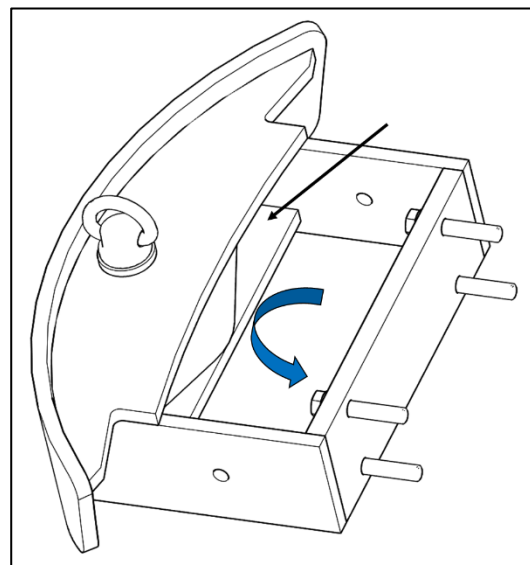

Fig. 129 - ZONE D'ATTACHE DU CÂBLE
- b. Il est également possible d'attacher un câble au châssis avant destiné à l'installation de masses comme indiqué à la fig. 129 (dans le sens représenté ou inversement).